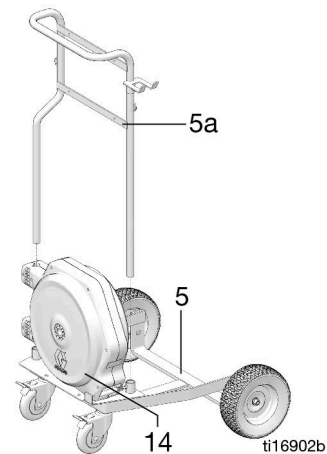

FIG. 30
1. Installare l'avvolgi tubo (14) sulla struttura del carrello (5) come mostrato in FIG. 30.
2. Installare il sottogruppo impugnatura (5a) sul telaio del carrello (a) (FIG. 30).